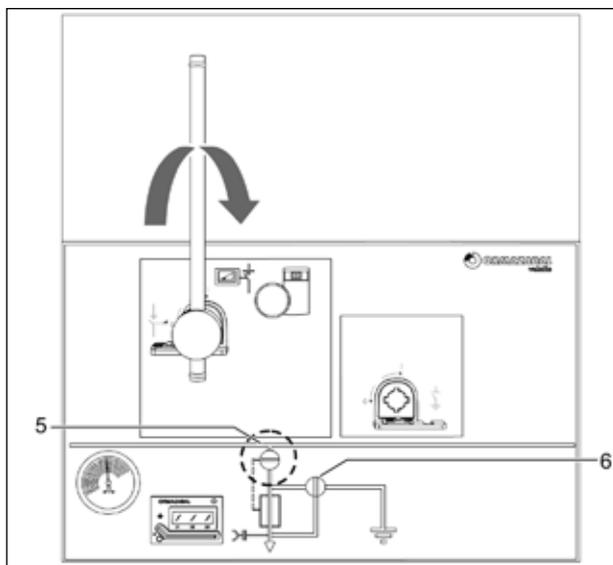

Рис. 5.54 Вращение рычага
Сначала коммутационный аппарат (5) и заземляющий нож (6) находятся в отключенном положении. Вращайте рычаг в направлении, показанном на Рис. 5.54.